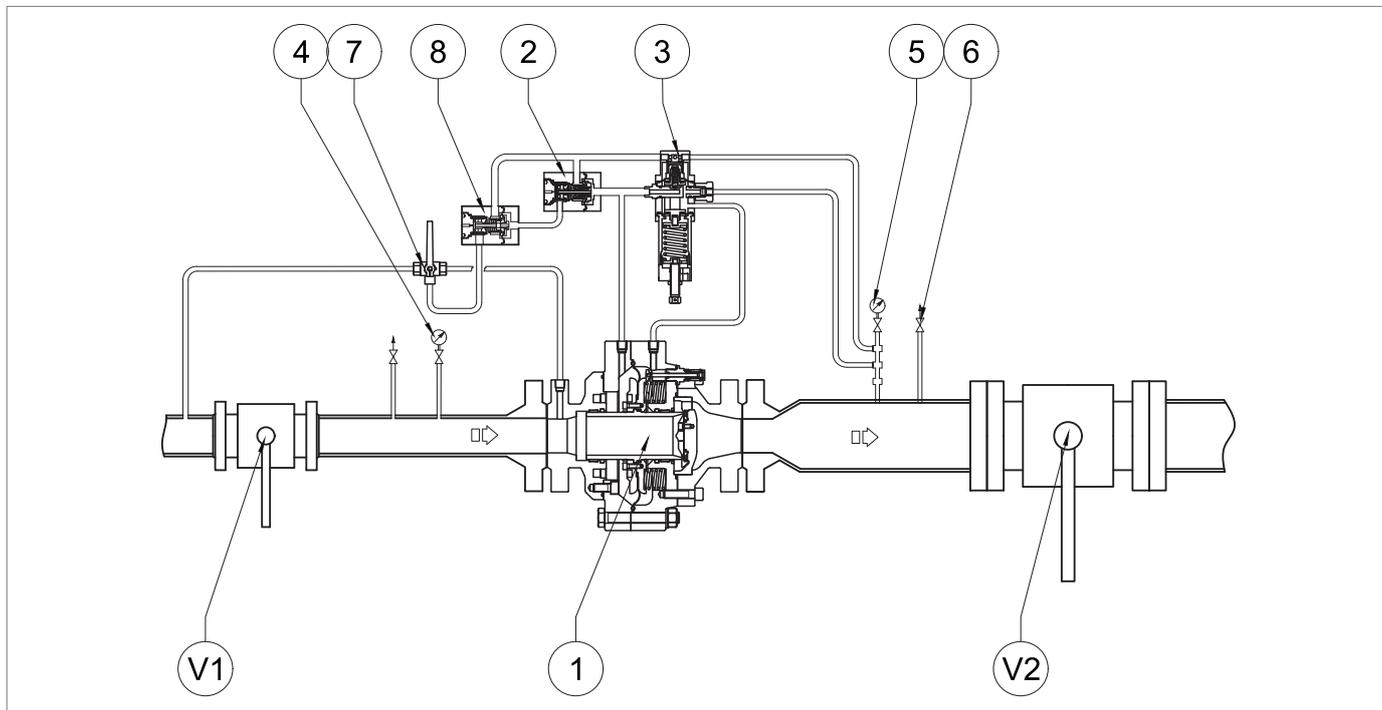

Fig. 8.24. Messa in servizio del regolatore ASX 176/FO
1	<p>! AVVISO!</p> <p>Controllare la pressione facendo riferimento al manometro (fig. 8.24, rif. 5) posto a valle del regolatore principale. Se la valvola di blocco:</p> <ul style="list-style-type: none"> • interviene prima del valore di pressione previsto: avvitare (senso orario) la ghiera di regolazione (13) così da comprimere maggiormente la molla (11); • non interviene al valore di pressione previsto: svitare (senso antiorario) la ghiera di regolazione (13), così da scaricare la molla (11).
2	Diminuire la pressione del tratto di valle aprendo il rubinetto di scarico (fig. 8.24, rif. 6) per portarla fino al valore di taratura del regolatore principale.
3	Chiudere il rubinetto di scarico (fig. 8.24, rif. 6).
1	Aprire il rubinetto di scarico (fig. 8.24, rif. 6) in atmosfera e tenerlo aperto per le fasi successive.